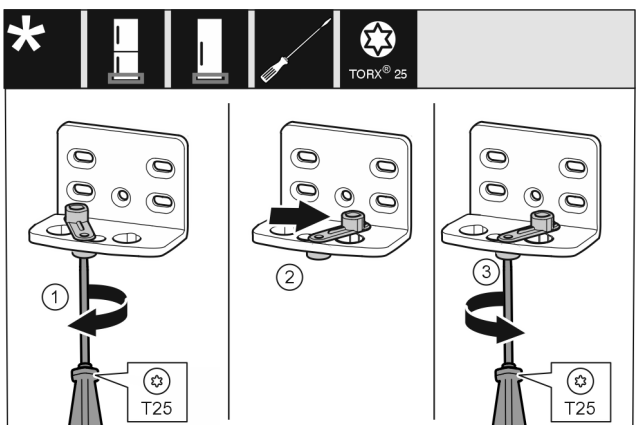

Fig. 15
- ▶ Vijake rahlo privijte z izvijačem T25. Fig. 15 (1)
- ▶ Pripomoček za zapiranje vrat dvignite in v izvrtini zavrtite za 90° v desno. Fig. 15 (2)
- ▶ Trdno privijte vijak z izvijačem T25. Fig. 15 (3)